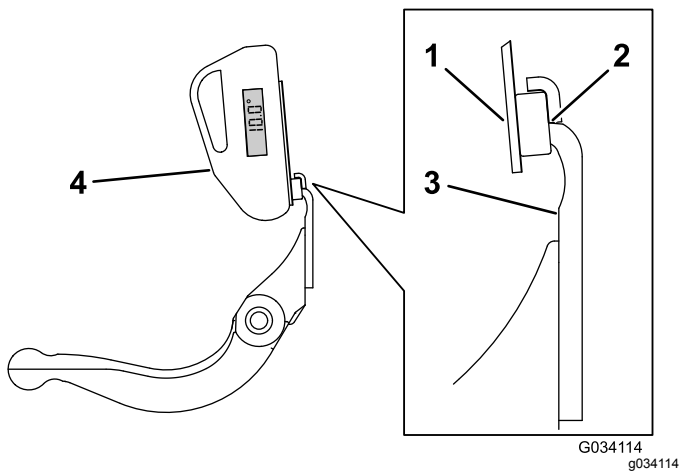

图22
3. 将角度指示器底座放在底刀边缘上以使磁体边缘与底刀边缘紧密配合 图22。
4. 如 图22 所示将角度指示器放置到底座上。